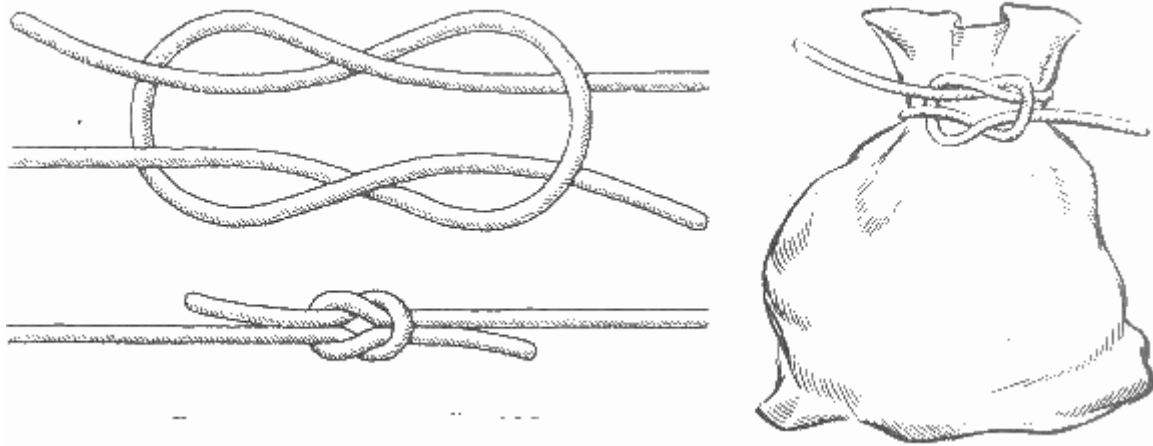

Рис. 26. Воровской узел
**Воровской узел** (рис. 26). С первого взгляда он почти не отличается от прямого узла (см. рис. 25) и кажется, что он ему сродни. Но если приглядеться, то становится ясным, что ходовые концы воровского узла выходят из него по диагонали. Воровской узел, как и бабий, и "тещин" узлы, показаны для наглядности, чтобы подчеркнуть их сходство и различие с прямым узлом. Пользоваться этими четырьмя узлами не рекомендуется, так как они ненадежны для связывания двух тросов.